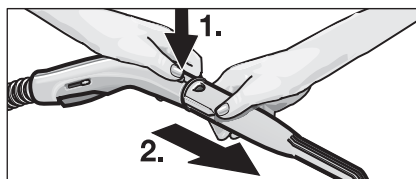

Fig. 2: Separazione degli accessori
- Per separare gli accessori premere il pulsante di sblocco (B3) e dividere le parti (si veda fig. 2).